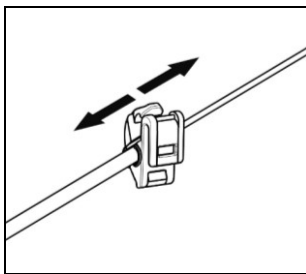

Fig. 24
- Ajustar el micrófono (Fig. 24).